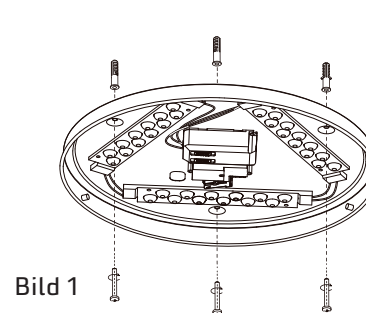

Bild 1
**Bild 1:** Die Bohrlöcher an den entsprechenden Stellen anzeichnen, die Löcher bohren und die Dübel einsetzen. Bei Holzwänden oder Leichtbauwänden passendes Material verwenden. Die Zuleitung durch die Dichtung in der Grundplatte schieben. Einen Dichtungsring auf jede der 3 Schrauben schieben und die Grundplatte an die Wand/Decke schrauben. Achten Sie auf eine richtige Abdichtung und den korrekten Sitz aller Dichtungen, um den Spritzwasserschutz (IP44) zu gewährleisten.